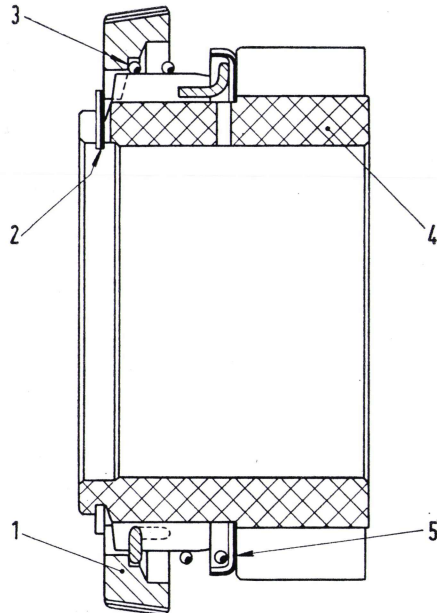

Abb. 42. - Schnitt durch das Getriebe des 3. Gangs, komplett mit Synchronisierungseinrichtung.
Bei der Montage der Synchronisierung muss vor dem Einsetzen des Federrings (2, Abb. 42) kontrolliert werden, ob die umgebogenen Enden der Feder (3) in die Vertiefungen des Synchronzahnkranzes richtig eingerastet sind, ohne dass dabei der normale Durchmesser der Feder selbst eine Veränderung erlitten hat.